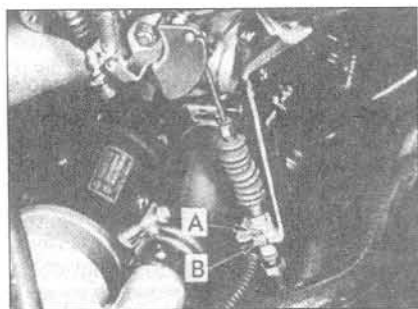

Рис. 7.5 Верхние контргайки регулятора 'A' и 'B' тросика понижения на подвеске тросика акселератора (Главы 5 и 6)
- 3 Ослабьте полностью контргайки тросика обратного переключения ("A" и "B", Рис. 7.5) на верхнем конце, на каждой стороне кронштейна тросика акселератора.
- 1 Ослабьте обе контргайки тросика понижения ('А' и 'В', Рис. 7.5) на верхнем конце тросика, на каждой стороне подвески тросика акселератора. Отключите внешний кожух тросика от подвески и шкива дросселя.